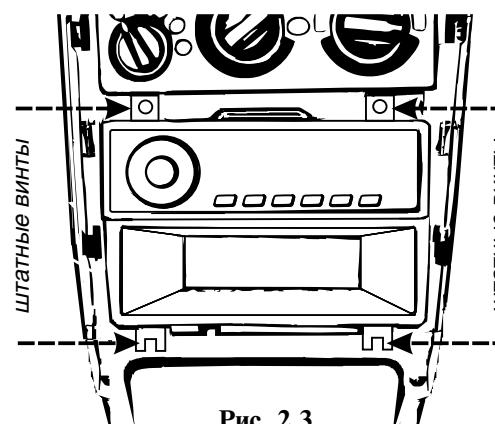

Рис. 2.3
- Открутите четыре штатных винта, рис. 2.3, удерживающие металлический блок с отделениями для магнитолы и перчаточного ящика.